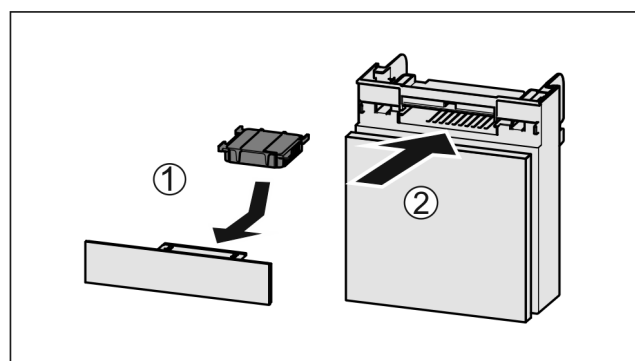

Fig. 180
- Insérer le filtre à charbon actif d'après le schéma Fig. 180 (1).
- Insérer le compartiment Fig. 180 (2).